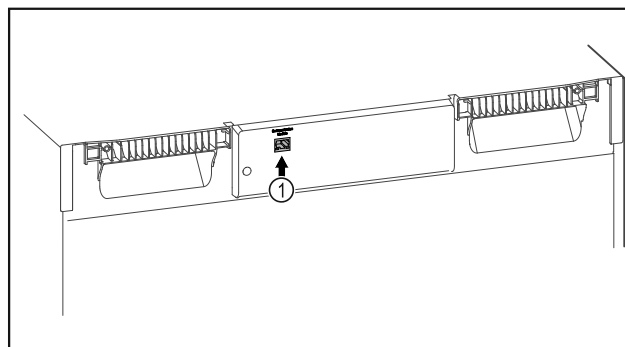

Fig. 101
- Vstavljen je SmartModule Fig. 101 (1).